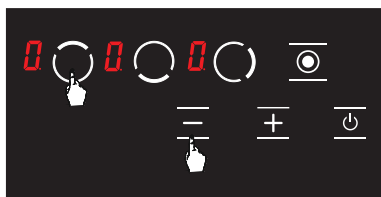

Abbildung 14
1. Berühren Sie die Auswahlstaste () für die obere linke Kochplatte und die Minustaste () gleichzeitig, dabei ertönt ein kurzer Signalton. (siehe Abb. 14) Danach werden die Finger vom Bedienfeld des Herds entfernt.